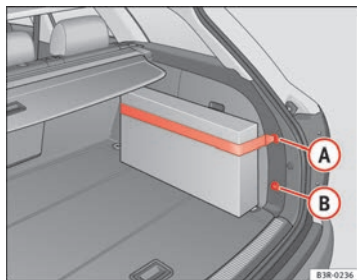

Fig. 119 Cinghia di fissaggio sul rivestimento laterale destro del bagagliaio
- Agganciare la cinghia di fissaggio all'ancoraggio **A** o **B** ⇒ fig. 119.